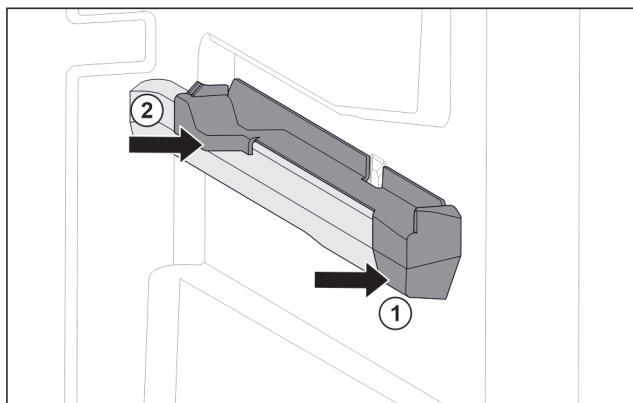

Fig. 79 Aufsteckteil auf der rechten Behälterrippe
- Aufsteckteil vorne an Behälterrippe ansetzen. Fig. 79 (1)
- Aufsteckteil hinten andrücken. Fig. 79 (2)